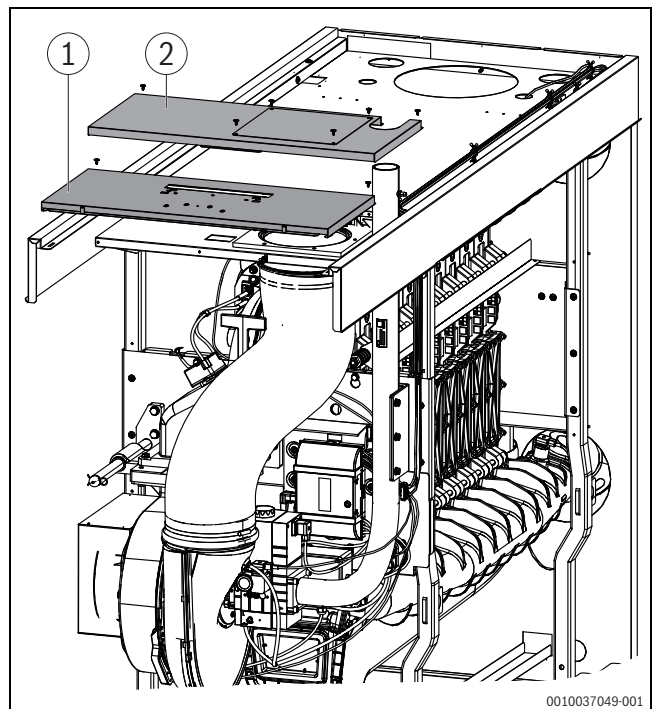

Рис. 32 Монтаж передней крышки
- ▶ После прокладки электрических проводов установите крышку подачи воздуха (→ Рис. 32). При этом вставьте в соответствующее отверстие крышки спереди скошенный язычок.